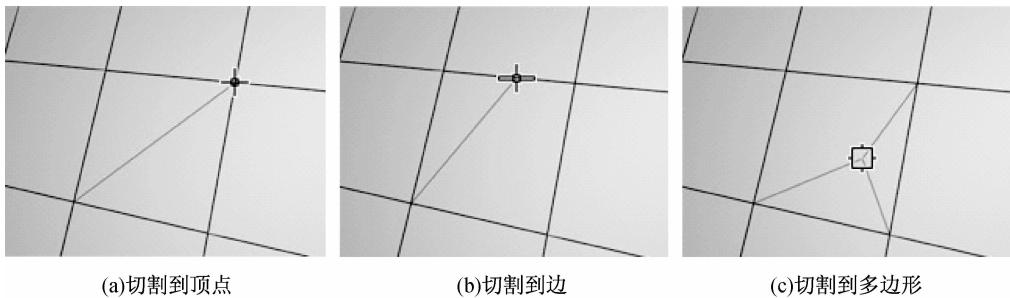

图 5-25 不同的切割样式 ▲
- **切割:**用于创建一个多边形到另一个多边形的边,或在多边形内创建边。单击起点,并移动鼠标,然后再单击,以便创建新的连接边。右击一次可以退出当前切割操作,然后可以开始新的切割,或者再次右击退出“切割”模式。切割时,光标图标会变为显示位于其下的子对象的类型,当单击时会对该子对象执行切割操作。图 5-25 显示了不同切割样式的 3 种不同的光标图标。